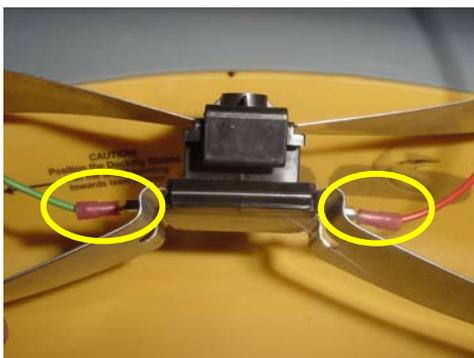

Figure 1
- C. Débranchez les deux câbles (Rouge et Vert) des connexions sur les contacts de la Station de Recharge, comme montré en figure 1 ci-dessous.